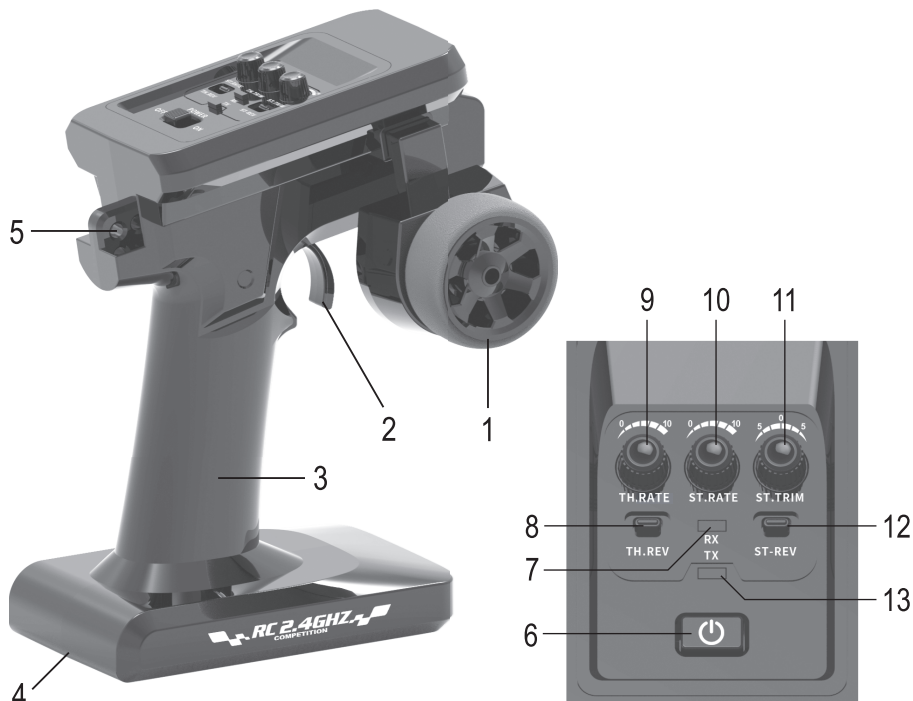

Figura 1
- Premere l'interruttore on/off (vedere figura 1, punto 6), il LED "RX" si accende in rosso fisso, il LED "TX" lampeggia in verde. Il veicolo può quindi essere acceso. Quando il trasmettitore si collega al ricevitore nel veicolo, il LED "TX" diventa verde fisso. Il veicolo reagisce ora ai segnali di comando sul trasmettitore. Se il LED "RX" lampeggia in rosso, le batterie/accumulatori del trasmettitore sono scariche e devono essere sostituite.
- Solo ora spegnere il trasmettitore, premere l'interruttore di accensione/spegnimento (vedere figura 1, punto 6). I LED sul trasmettitore si spengono.
Con la rotella di comando (figura 1, posizione 1) si controlla il servosterzo. Ruotando la rotella di comando a sinistra (in senso antiorario), il veicolo deve spostarsi a sinistra a seconda dell'angolo di rotazione; ruotandola a destra (in senso orario), il veicolo deve spostarsi a destra.
La leva dell'acceleratore (figura 1, posizione 2) controlla il regolatore di velocità. Se la leva dell'acceleratore viene tirata verso l'impugnatura, il veicolo deve avanzare (la velocità dipende dalla posizione della leva). Se si allontana la leva dell'acceleratore dall'impugnatura, il veicolo deve fare retromarcia.
Se il veicolo tende a sinistra o a destra durante la guida, nonostante il volante si trovi in posizione centrale/neutra, regolare di conseguenza l'assetto dello sterzo sul trasmettitore tramite la manopola "ST.TRIM" (vedere figura 1, Pos. 11).